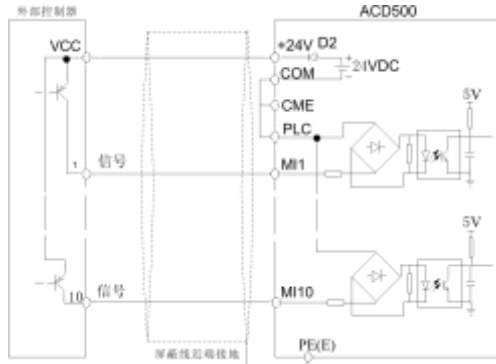

图3-14 使用变频器内部+24V电源的漏极连接方式
- ② 使用变频器内部+24V电源，外部控制器为PNP型的共发射极输出的连接方式（注意去除PLC与+24V端子间的短接片及COM与CME端子间的短接片），如图3-14所示。